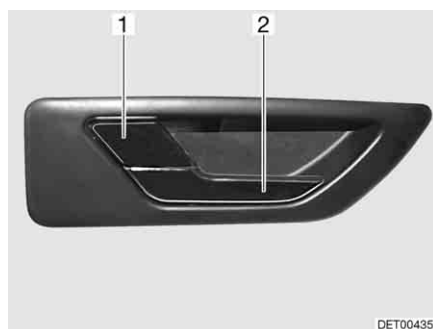

Bild 60 Türschloss Fahrertür, innen
- Am Griff (Bild 60,2) ziehen. Das Türschloss wird entriegelt. Der Sicherungshebel (Bild 60,1) springt automatisch heraus.
- Den Sicherungshebel (Bild 60,1) drücken.